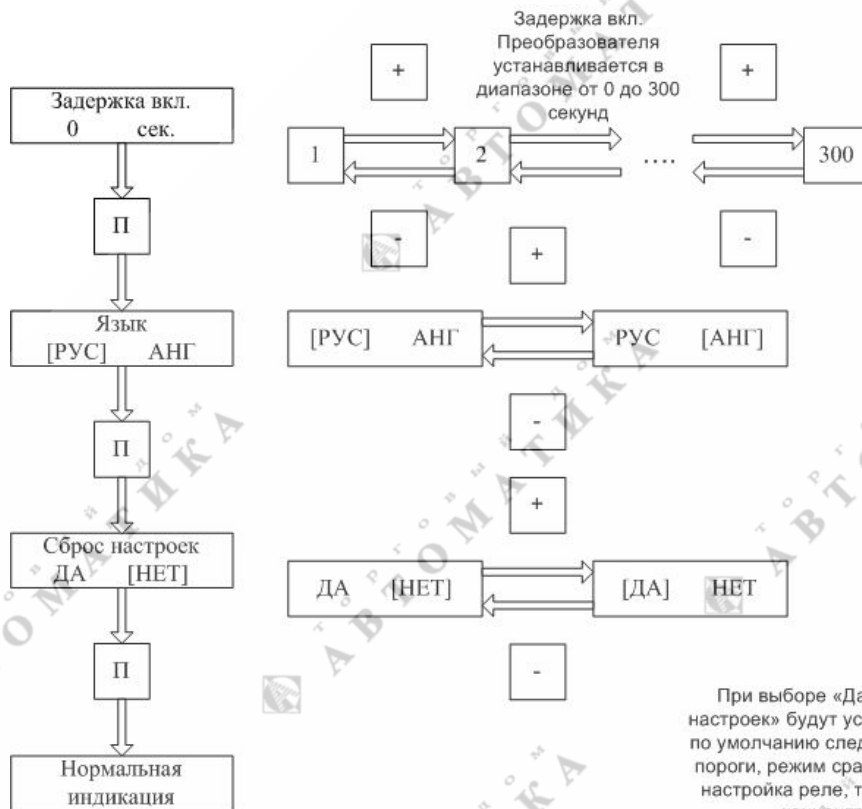
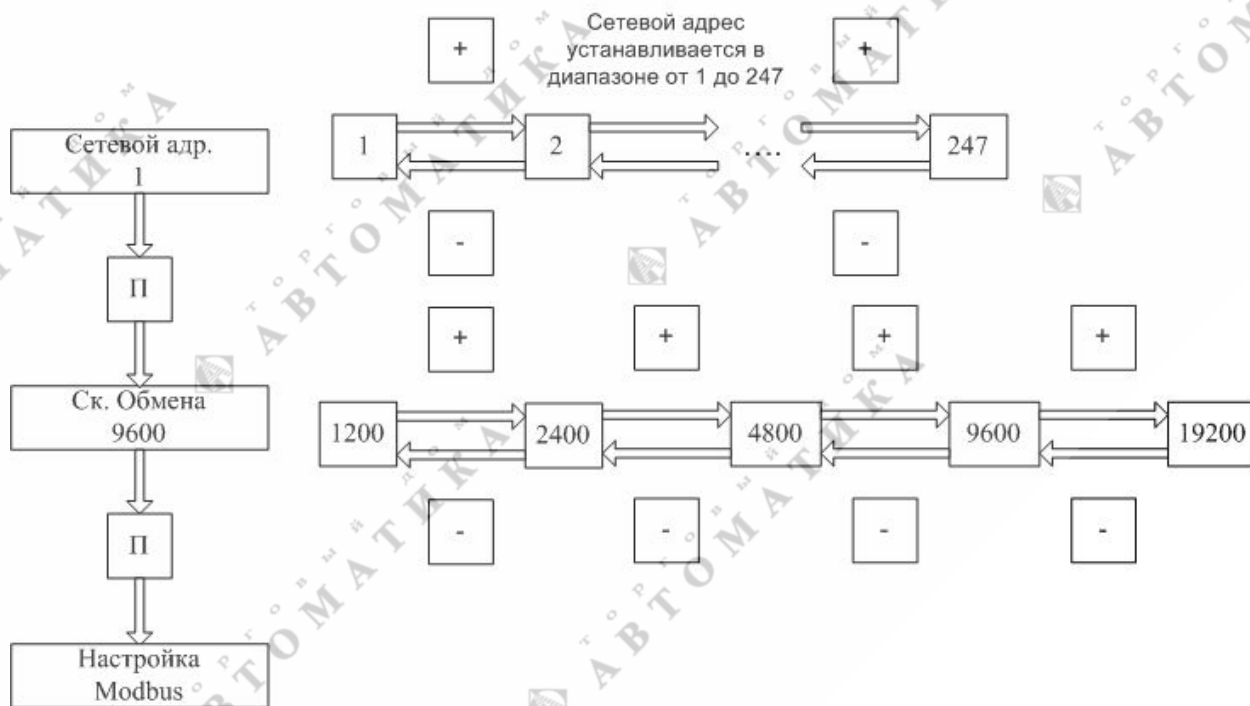

Рисунок 1 – Меню настройки газоанализатора
Рисунок 5 – Меню настройки канала связи RS-485
6.2.6 Возможно тестирование работы и точности измерения газоанализатора ССС-903. Для этого необходимо выбрать меню «Тест ССС-903» (рисунок 1) и войти в подменю тестирования (рисунок 4).
Параметры настройки связи газоанализатора с системой верхнего уровня можно установить через меню или с системы верхнего уровня. Для настройки связи через меню необходимо выбрать пункт меню «Настройка Modbus» (рисунок 1) и войти в подменю (рисунок 5).